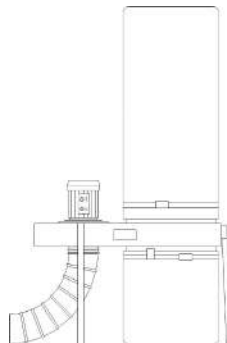

Рис. 3
- УВП-2000С - на стойках, рис.3.